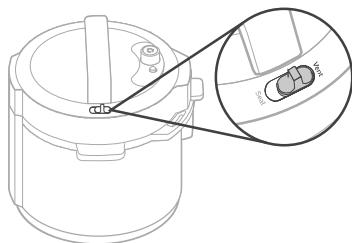

Figura 1.2
- Cuando cocine con una función de cocción sin presión, coloque siempre el interruptor de liberación de vapor en la posición "Ventilación". **[Figura 1.2]**